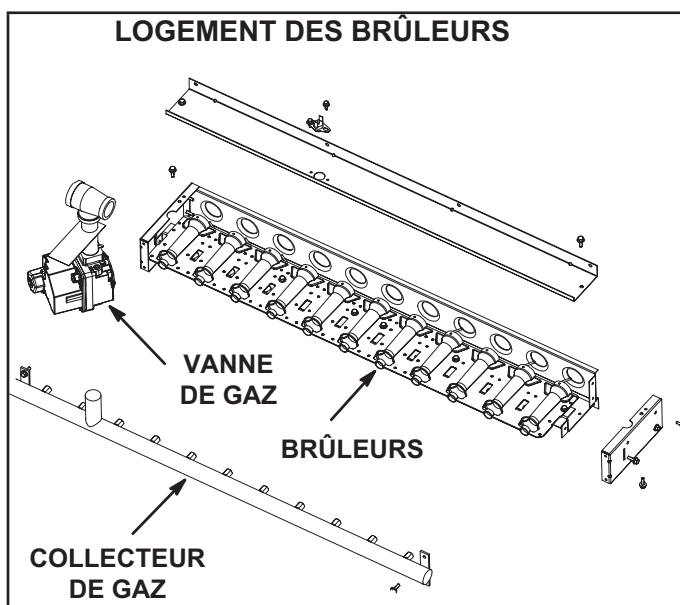

FIGURE 37
- 3 - Retirer les vis maintenant les brûleurs sur le support de brûleurs et soulever chaque brûleur séparément ou l'ensemble brûleurs complet des orifices. Voir FIGURE 37. Les nettoyer au besoin.